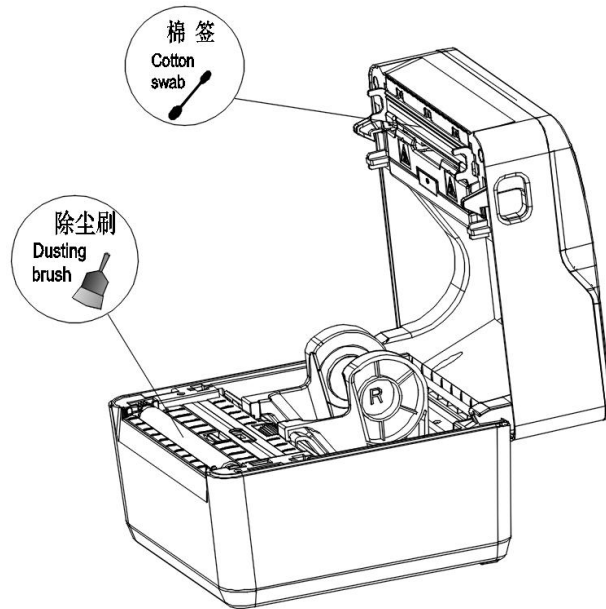

图4.4 清洁示意图
- ◆ 如图4.4所示，用除尘刷清理打印机芯走纸胶辊上的纸屑和灰尘。
- ◆ 如图4.4所示，用棉签蘸取适量酒精，擦拭打印机芯加热片，清除积碳、灰尘和纸屑等杂质。